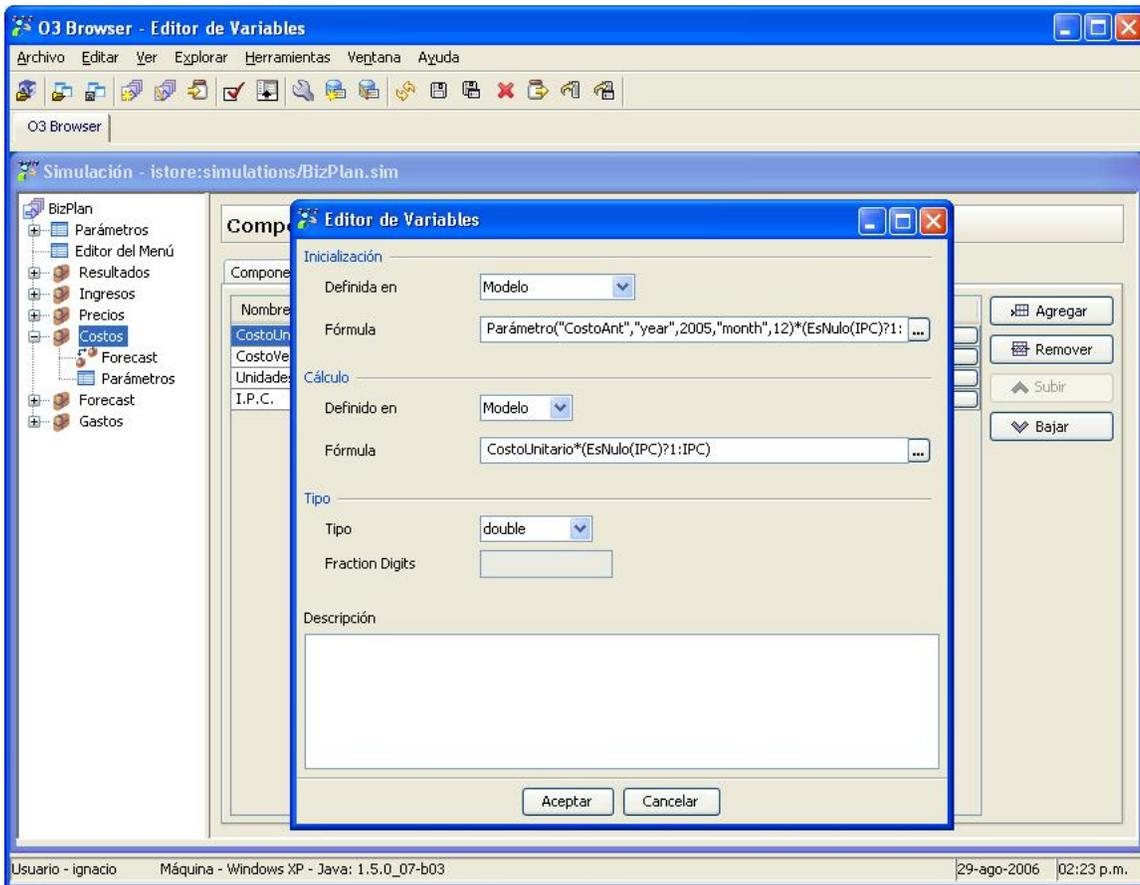

Figura 2: Definición de fórmulas de una variable
- una **descripción** (ver Figura 2),
- La primera opción (valor *Modelo*), como se puede ver en la variable de inicialización de la Figura 2, es definir en el modelo (visto desde otro punto de vista, en este editor) la fórmula de cálculo del valor inicial. Al comenzar la simulación, para cada serie, el valor de esta variable se obtendrá evaluando la fórmula.
En la Figura 2, se puede apreciar que en la parte inferior de esta pantalla también es posible dar detalles sobre el tipo utilizado, como es dar la cantidad de decimales cuando se trate de un tipo decimal. Además de esto es posible dar la descripción asociada a la variable.